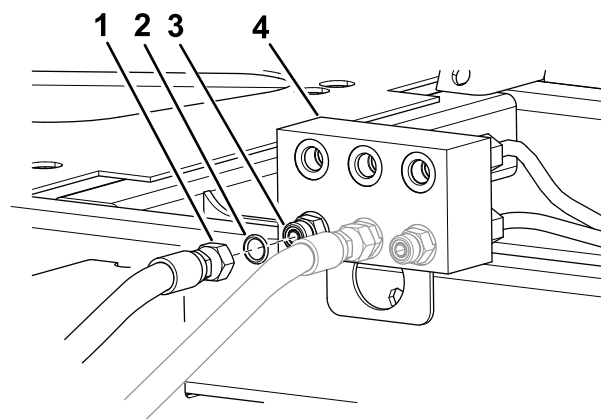

図 7
5. ジャンクションマニホルドの下にオイルを受ける容器をおく 図 7。
6. ジャンクションマニホルドの左下にあるフィッティングから油圧ホースを外す 図 7。